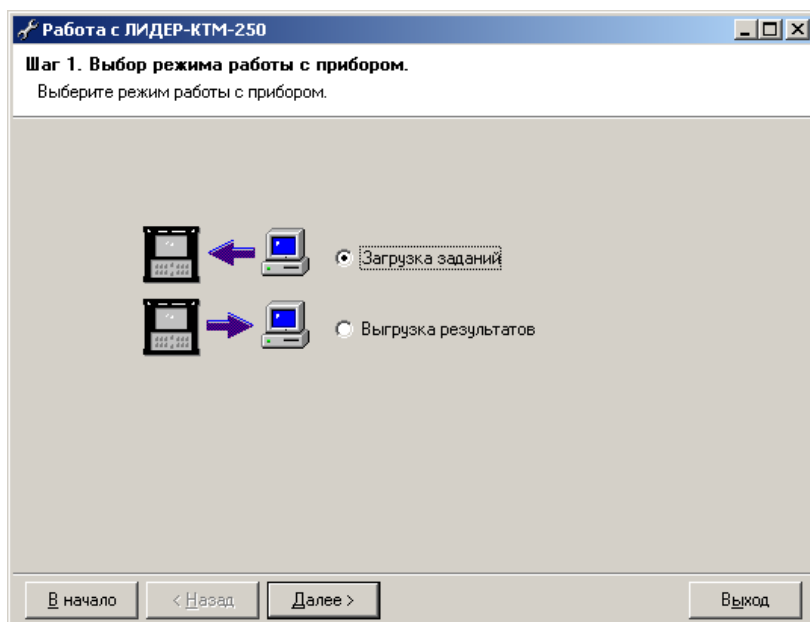
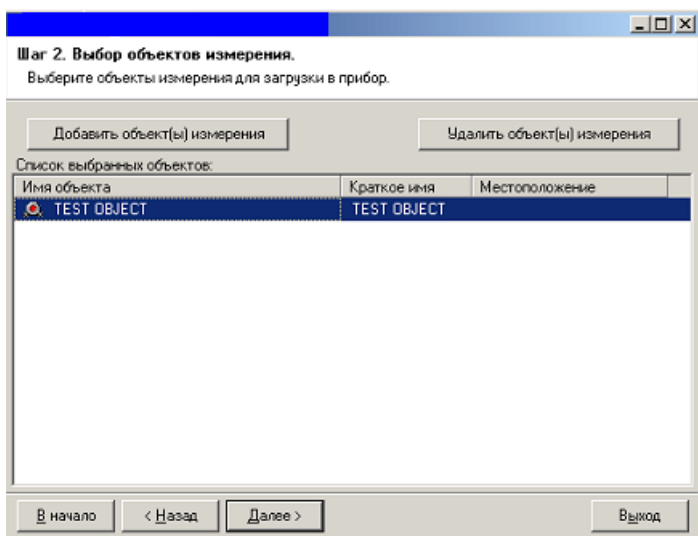
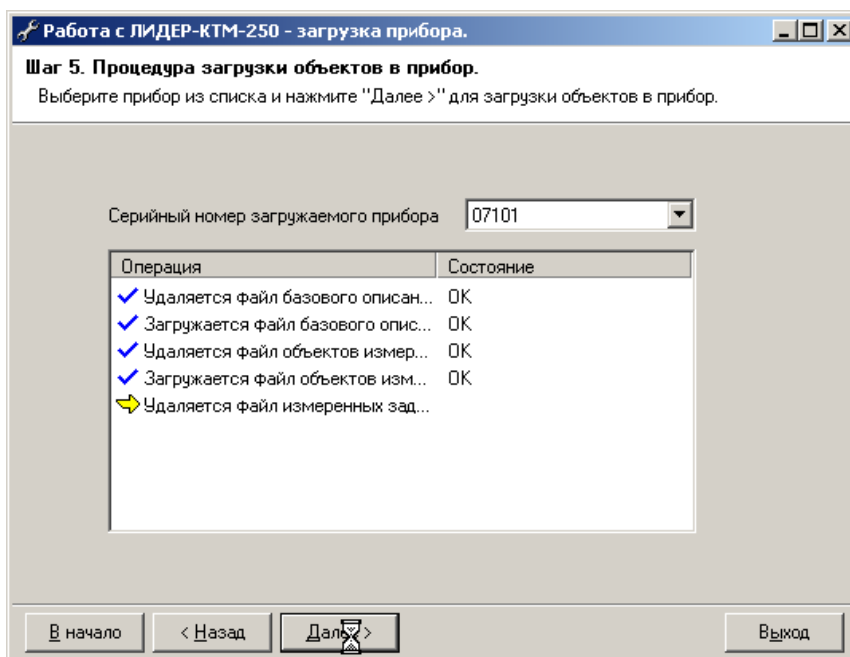

Рис.9. Загрузчик прибора ЛИДЕР-КТМ-250.
Рис.10. Формирование списка объектов.
Рис.12. Процесс загрузки прибора.
Появившееся окно (рис.9) обеспечивает следующие режимы работы с прибором:
Для загрузки объектов в прибор необходимо выбрать пункт “Загрузка заданий” (рис.9) и нажать кнопку “Далее >”. Появляется окно ввода объектов (рис.10).
Перед началом загрузки необходимо подключить прибор к доступному USB-порту компьютера пользователя и включить его кнопкой включения прибора 2 (рис.2в), чтобы программа смогла обнаружить прибор, с которым предстоит работать. Затем в окне загрузки (рис.10) нажать кнопку "Далее >". В выпадающем списке (рис.12) необходимо выбрать серийный номер устройства, в который будут загружаться выбранные объекты (как правило, устанавливается по умолчанию), и затем нажать кнопку "Далее >".
2. Запустить программу-загрузчик LoadLeak.exe, включить питание прибора. в главном окне загрузчика (рис.9) выбрать пункт "**Выгрузка результатов**" и нажать кнопку "**Далее >**".